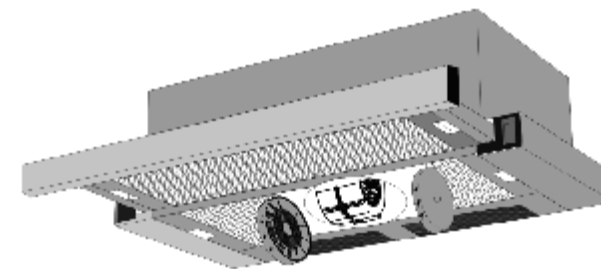

РИС. 7
- установите два угольных фильтра Ф-05 (рис.7) .